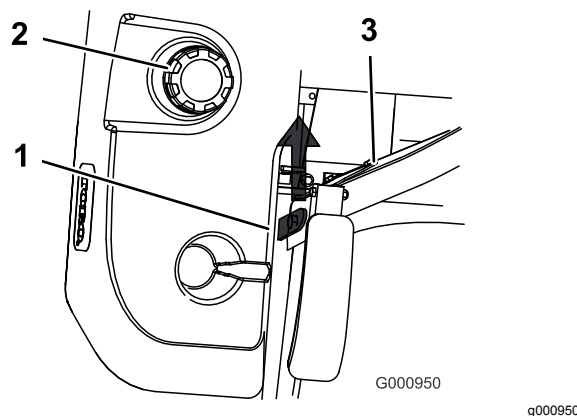

Figura 15
3. Levante el asiento (Figura 15).